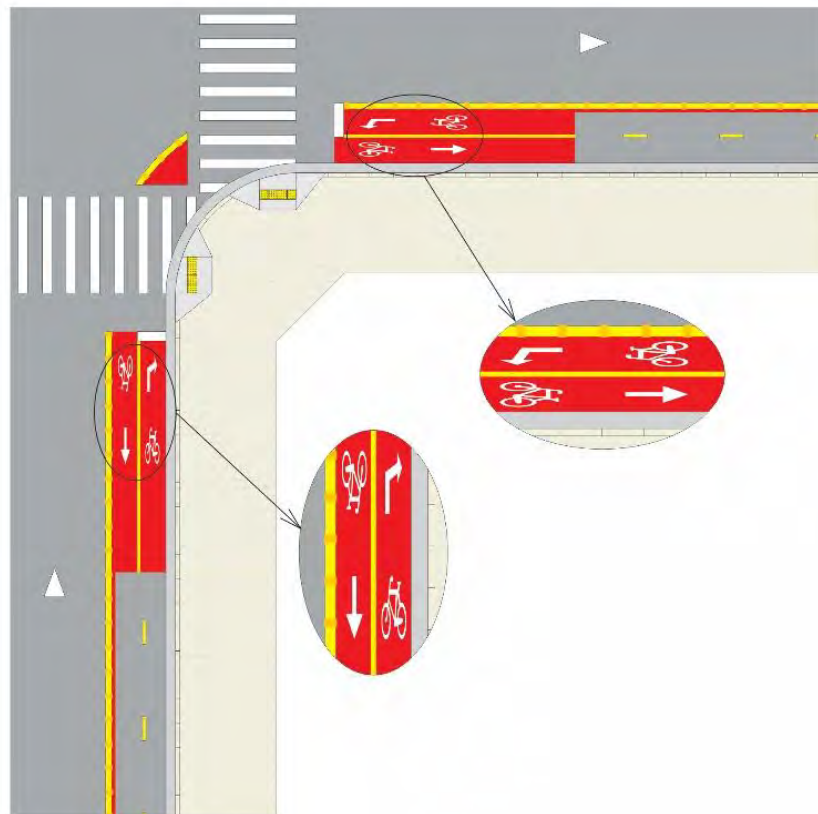

Figura 7
4.3.1. Na aproximação da ciclofaixa, locada na pista, onde ocorre mudança de direção, o projetista deve inserir detalhe do conjunto seta e símbolo “Bicicleta”, como lupa, a ser demarcado, previsto na biblioteca CAD, Figura 7.